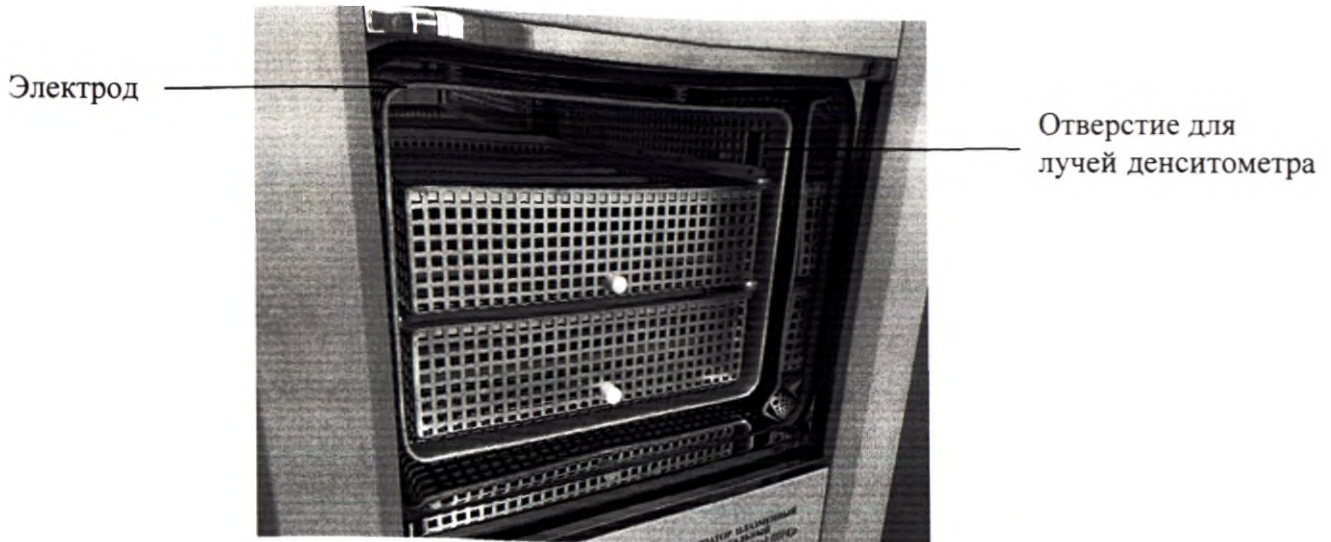

Рисунок 5
2. В верхней корзине необходимо располагать пакеты таким образом, чтобы не закрывать отверстие, необходимое для прохождения лучей денситометра (Рис. 5). В случае, если отверстие будет закрыто пакетами, на экране высветится надпись: **«Препятствие на пути луча денситометра»**, цикл стерилизации не запустится до тех пор, пока не будет устранена помеха.